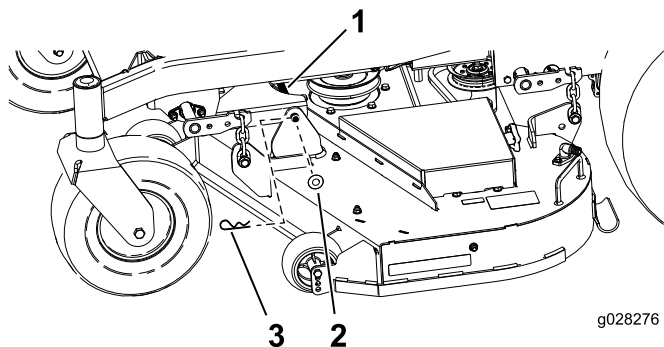

Bild 71
- Nehmen Sie den Splint und die Scheibe ab, mit denen der Steckstift am Rahmen und Mähwerk befestigt ist, und nehmen Sie die Lenkerstange ab (Bild 71).
9. Befestigen Sie den Steckstift mit den vorher entfernten Splinten und Scheiben (Bild 71).